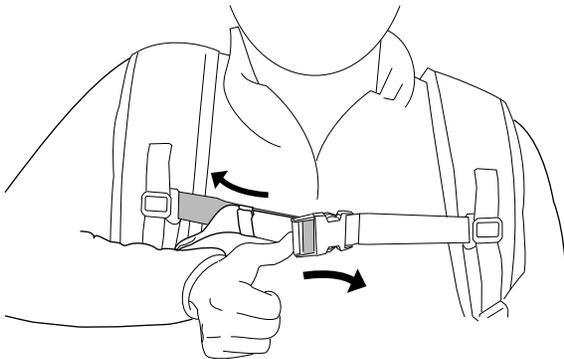

Figura 15
8. Si la correa pectoral está demasiado apretada, presione lateralmente sobre el tensor para alargar las correas (Figura 15).